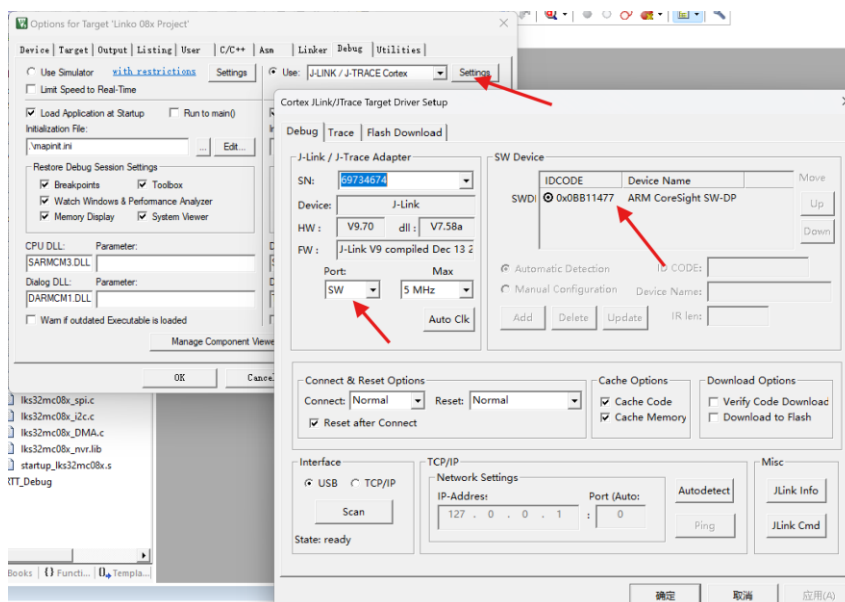

图 1.11 Jlink 配置方法
3、SWD 接口到 Jlink 等烧录器，打开程序包点击上方 Flash→Configure Flash Tool→Debug→Setting，如图 1.11 所示，检查 Jlink 是否识别到 MCU。如未识别，请检查是否安装 Jlink 驱动和 Pack 包；Jlink 和 MCU 供电是否 5V。